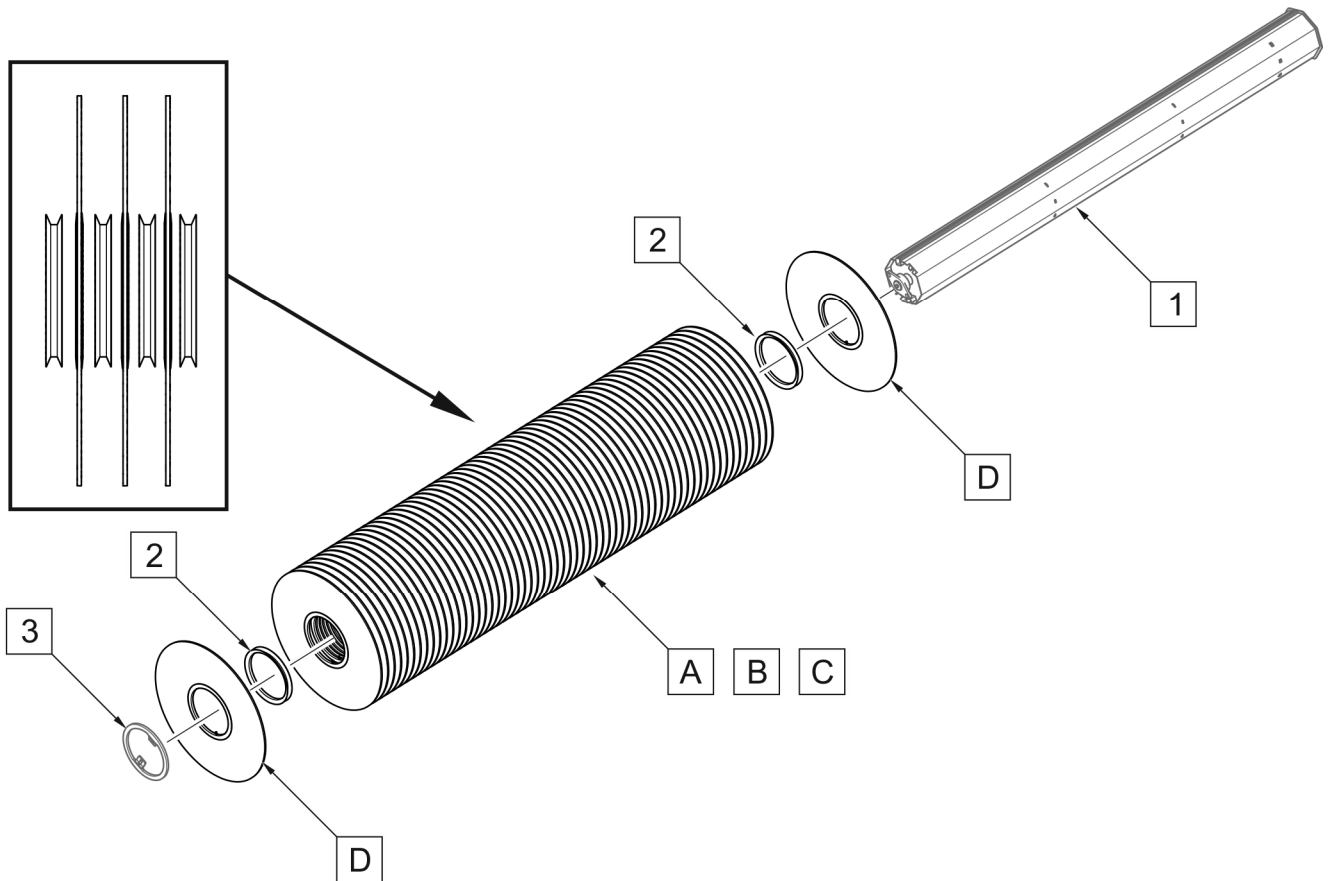

ABBILDUNG 5.8 Aufbau einer Kehrwalze aus geraden Segmenten
Eine Kehrwalze besteht aus einzelnen Segmenten, die vor der Montage an der Maschine in geeigneter Weise auf der Welle angebracht werden müssen (ABBILDUNG 5.8). Bei einer Walze aus harten und sehr harten Segmenten muss die Montage der Segmente auf der Welle am äußeren Segment (D) beginnen und enden. Bei einer Walze aus harten Segmenten sollten die Segmente (A) und (C) abwechselnd auf der Welle montiert werden. Zwischen den geraden Walzensegmenten sollten insgesamt 60 Distanzringe (2) verwendet werden. Wenn alle Segmente montiert sind, muss am Ende der Welle der Sicherungsring (3) angebracht werden. Je nach Bedarf des Kunden sind Walzen mit unterschiedlichen Eigenschaften und Verwendungszwecken erhältlich. Eine Liste der Typen von geraden Segmenten befindet sich in (TABELLE 5.1)